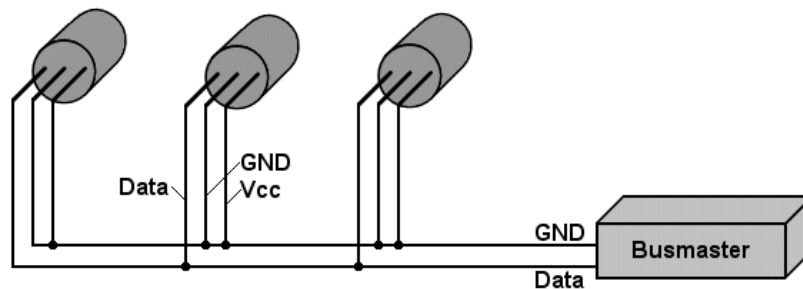

Bild 4.13: 1-Wire-Sensoren mit „parasitic power“
Um 1-Wire-Sensoren mit „parasitic Power“ zu betreiben, muss anhand des Datenblatts geprüft werden, ob ein 1-Wire-Sensor für die Stromversorgung über die Datenleitung geeignet ist. Dies ist insbesondere bei Multisensoren (Temperatur, Luftfeuchte, Druck, Umgebungslicht) nicht immer der Fall. Es werden lediglich zwei Adern am Busmaster angeschlossen: GND und DATA (DQ). Der Versorgungsanschluss Vcc eines jeden Sensors ist mit GND zu verbinden. Der Sensor bezieht seine Spannungsversorgung hierbei parasitär aus der Datenleitung. Damit hier ein ausreichend großer Strom geliefert werden kann ist ein Busmaster mit Strong-Pullup erforderlich. Bild 4.13 zeigt das Schema.